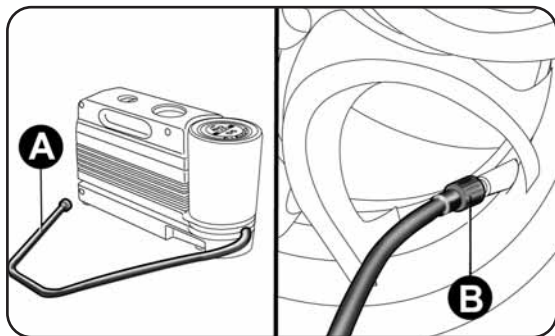

fig. 125
- dévisser le bouchon de la valve du pneu, extraire le tube flexible de colmatage A-fig. 125 et visser la bague B sur la valve du pneu ;